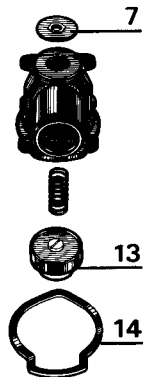

Fig. 17
Montar el diafragma (7) fig. 17.